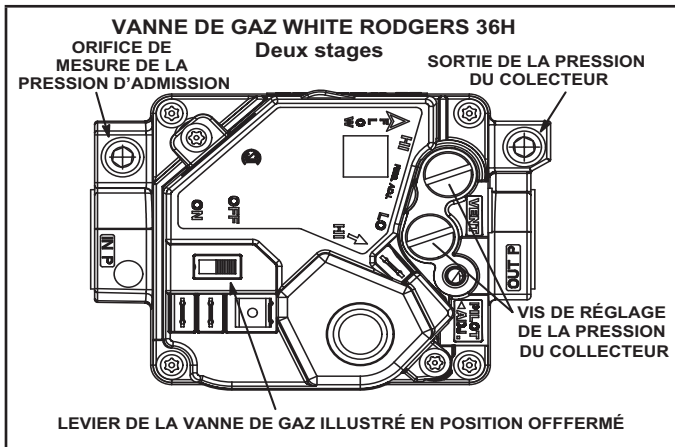
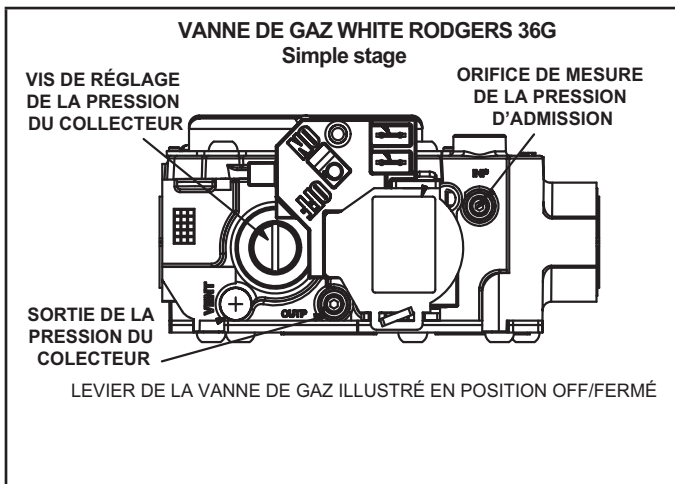

FIGURE 15
FIGURE 16
FONCTIONNEMENT DES VANNES WHITE RODGERS 36H (FIGURE 15) ET WHITE RODGERS SÉRIE 36G (FIGURE 16)
Sur la vanne White Rodgers 36G (Figure 16), un orifice d'entrée situé sur la vanne de gaz permet de mesurer la pression d'alimentation. Ouvrir l'orifice d'entrée en desserrant la vis à tête hex de 3/32 po d'un tour. Connecter un tube entre l'orifice d'entrée et l'appareil de mesure pour mesurer la pression d'alimentation.
Sur la vanne White Rodgers 36H (Figure 15), la pression d'alimentation peut être mesurée en retirant la vis à tête hex de 1/8 po. Retirer la vis à tête hex de 1/8 po et installer un raccord ébarbé. Connecter un tube entre le raccord ébarbé et l'appareil de mesure pour mesurer la pression d'alimentation.
Avec les vannes White Rodgers 36G (Figure 16), resserrer la vis à tête hex de 3/32 po d'un tour.
Avec les vannes White Rodgers 36H (Figure 15), retirer le raccord ébarbé et remettre la vis à tête hex de 1/8 po.
Pour mesurer la pression du collecteur avec une vanne White Rodgers 36G (Figure 16), desserrer la vis à tête hex de 3/32 po d'un tour, connecter un tube de 5/16 po et connecter le côté « + » de l'appareil de mesure.
Pour mesurer la pression du collecteur avec une vanne White Rodgers 36H (Figure 15), retirer la vis à tête hex de 1/8 po, installer un raccord ébarbé de 1/8 po et installer un tube entre le raccord ébarbé et le côté « + » de l'appareil de mesure.
- 5 - Au besoin, faire les ajustements nécessaires. Les Figures 15 et 16 indiquent l'emplacement des vis de réglage.
Avec les vannes White Rodgers 36H (Figure 15), retirer le raccord ébarbé de 1/8 po et remettre la vis à tête hex de 1/8 po.